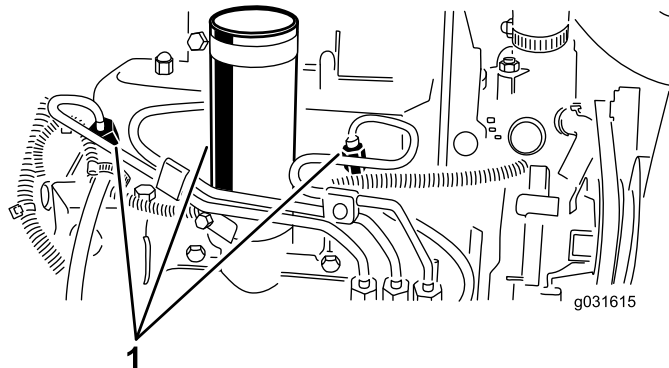

図 54
1. 燃料噴射ポンプの No.1インジェクタノズル 図 54 へのパイプ接続部をゆるめる。